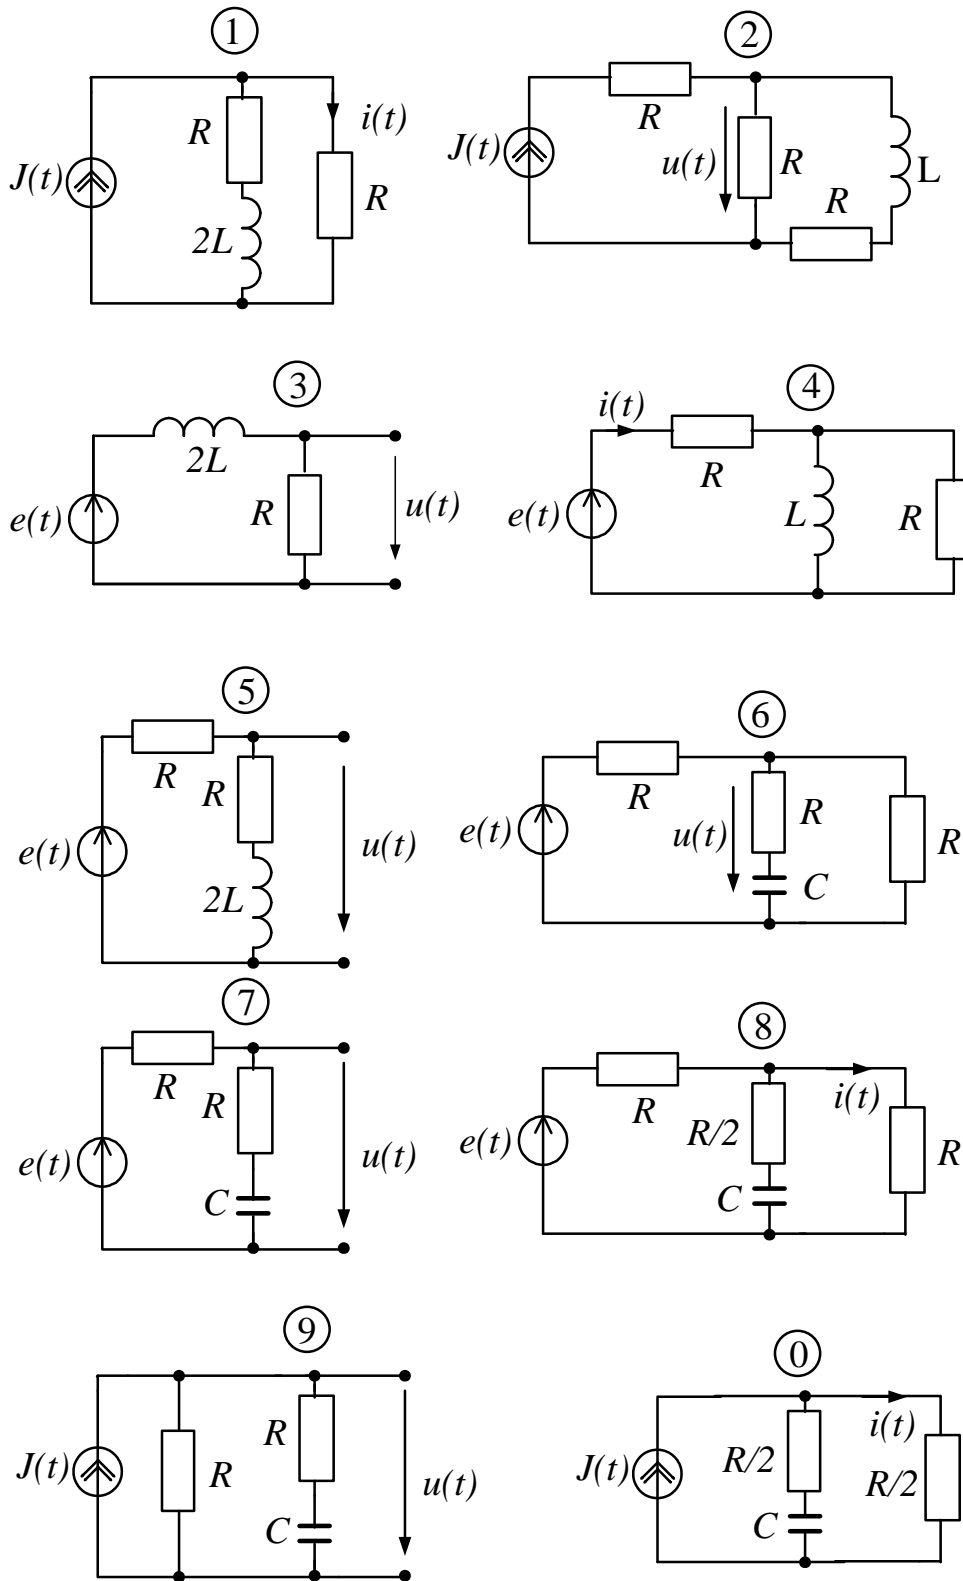
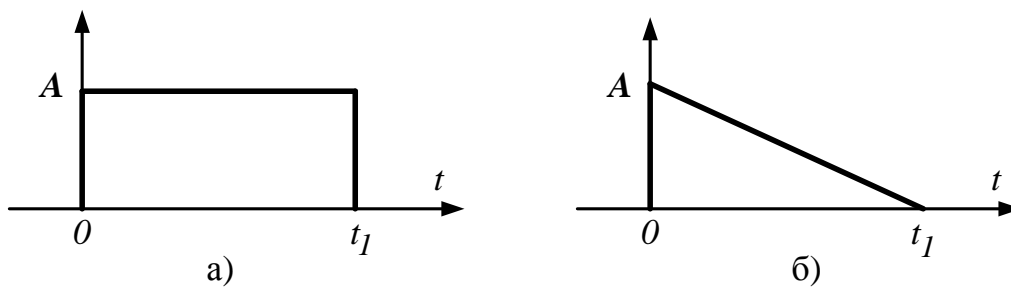

Рис.3
Рис. 4
На рис.3 представлены схемы электрических цепей, на вход которых воздействуют сигналы различной формы, на рис.4 изображен сиг-
Номер варианта каждого студента содержит 4 цифры – первая цифра соответствует номеру схемы (рис.3), вторая цифра соответствует сигналу непериодической формы, одинаковому для всех вариантов (рис.4), третья и четвертая цифры соответствуют данным из табл.4.
Для схемы, изображенной на рис.3, рассчитать ток или напряжение переходного процесса:
- б) **методом интеграла Дюамеля** при воздействии сигнала непериодической формы, изображенного на рис.4 а,б (форма сигнала выбирается по согласованию с преподавателем).